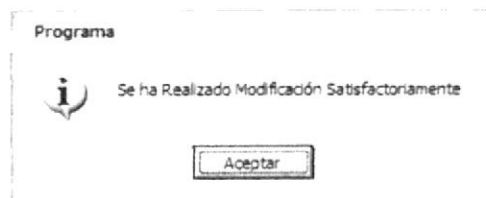

Figura 5.22 Mensaje de Modificación de Forma
5. Si se ha realizado la modificación aparecerá el mensaje (Ver figura 5.22)